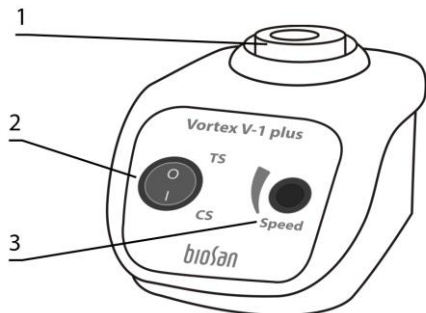

Рисунок 1. V-1 plus, вид спереди
5.1.2. Мягко удерживая верхнюю часть пробирки, прижмите её к головке вортекса (рис. 1/1). При вращении ротора, контролируйте интенсивность перемешивания, изменяя давление на пробирку.
5.1.3.1 Переведите переключатель (рис. 1/2) в положение CS.
5.1.3.2 Ручкой **Speed** (рис. 1/3) установите желаемую скорость перемешивания.
5.1.4.2 Ручкой **Speed** (рис. 1/3) установите желаемую скорость перемешивания.
5.1.4.3 Надавите пробиркой на головку (рис. 1/1) и держите для вортексирования. При поднятии пробирки ротор останавливается.